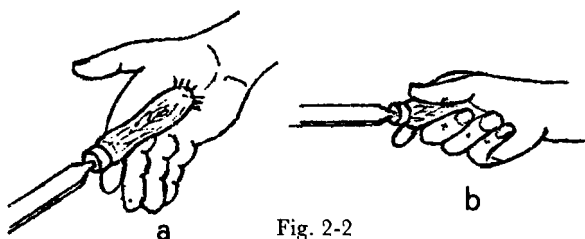

Fig. 2-2
1.2. Apoyo del mango.—Apoyar el mango de la lima en la palma de la mano derecha (fig. 2.2 a) y cerrarla de forma que el pulgar quede extendido en la parte superior (fig. 2.2 b).